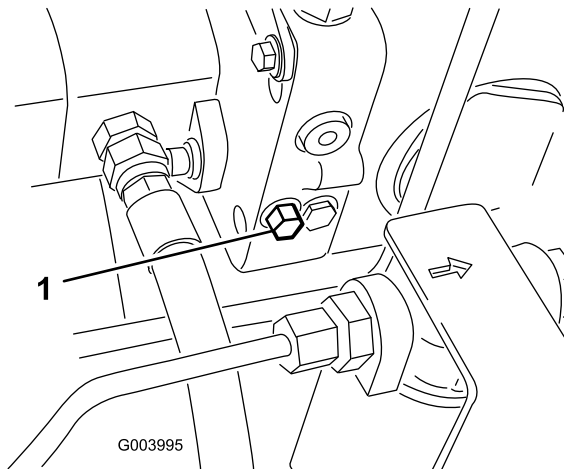

Figura 43
1. A válvula de derivação está localizada no lado esquerdo do hidrostato (Figura 43). Rode o parafuso 1-1/2 voltas para abrir para permitir a passagem